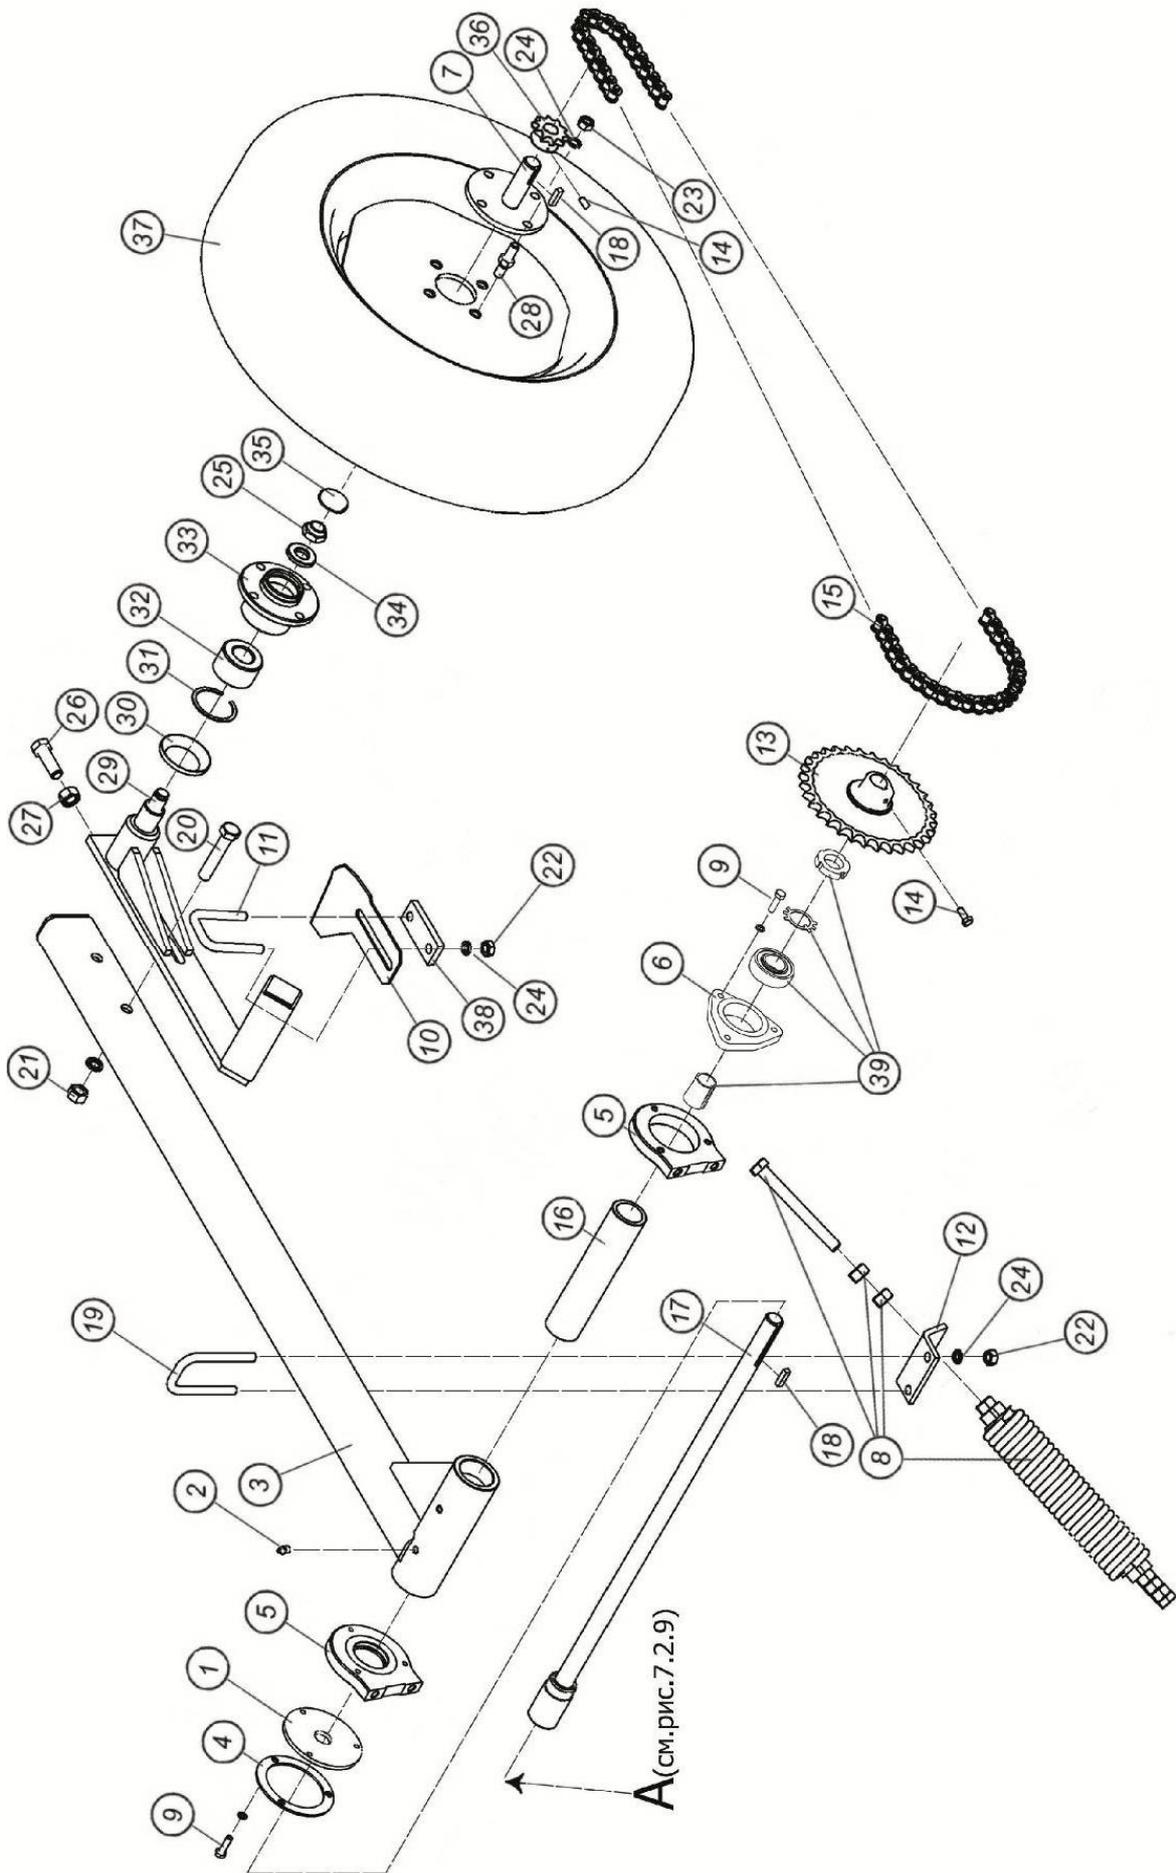

Рис. 7.2.10. Привод высевающего механизма (Продолжение)
7.2.10. Привод высевающего механизма (рис. 7.2.10) (Продолжение)